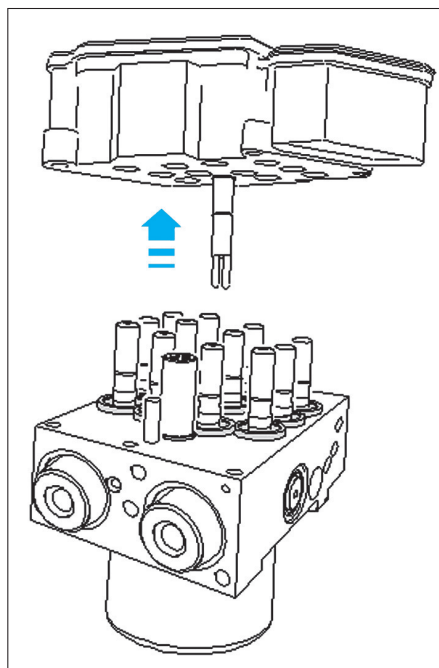

Fig. 20
- Désolidariser le calculateur du groupe hydraulique en le tirant vers le haut (Fig.20).